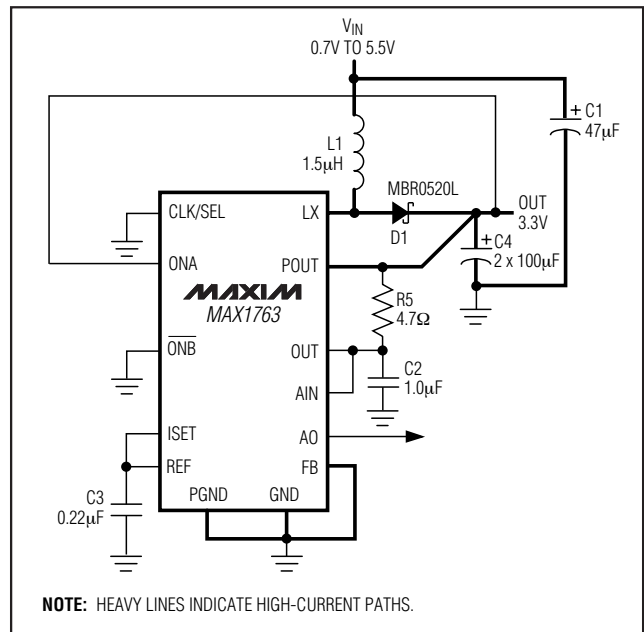

図2. PFM/PWM自動モード接続
**Note 2:** Startup is tested with the circuit of Figure 2.
(Circuit of Figure 2,  $V_{IN} = +3.6V$ ,  $V_{OUT} = +5V$ ,  $T_A = +25^\circ C$ , unless otherwise noted.)
(Circuit of Figure 2,  $V_{IN} = +3.6V$ ,  $V_{OUT} = +5V$ ,  $T_A = +25^{\circ}C$ , unless otherwise noted.)
MAX1763は、通常動作モード(CLK/SEL = ロー)の場合、負荷範囲の殆どで固定周波数のPWM動作となります。軽負荷では(最大負荷の25%以下)、必要な時のみ負荷に電流を供給するためにスイッチングして、自動的に効率を最適化します。シャットダウンモード中は自己消費電流が1 $\mu$ Aに低下します。図2に、MAX1763の標準アプリケーション回路を示します(4Vを超える出力電圧、又は低電圧スタートアップの補助のためには、外付ショットキダイオードが必要です)。
4Vを超える出力電圧に対しては、外付ショットキダイオードをLXとPOUTの間に、内蔵同期整流器と並列に接続する必要があります(図2)。ダイオードの定格は